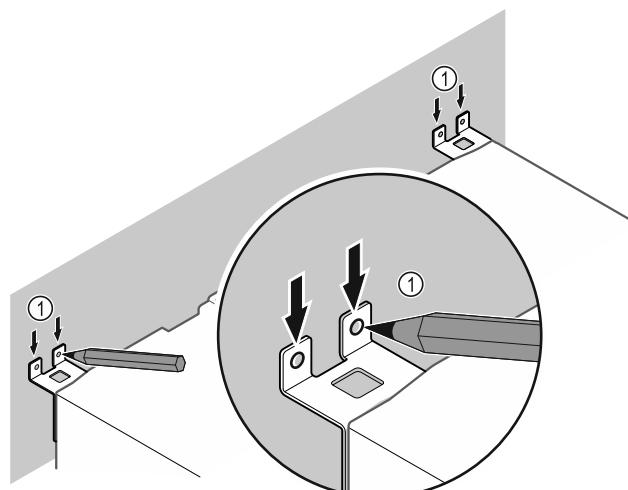

Fig. 11
- Padarykite ant sienos žymas Fig. 11 (1).